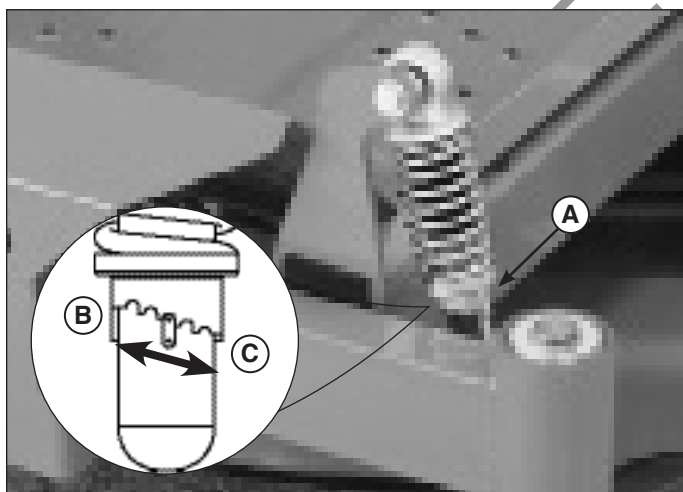

Figure 14
2. Tourner le collier d'ajustement de pré charge (**A**, Figure 14-avant illustré, arrière similaire) à une encoche plus haute (**B**) pour diminuer la pré charge, ou à une encoche plus basse (**C**) pour augmenter la pré charge. S'assurer que tous les chocs sont réglés à la même quantité de pré charge.